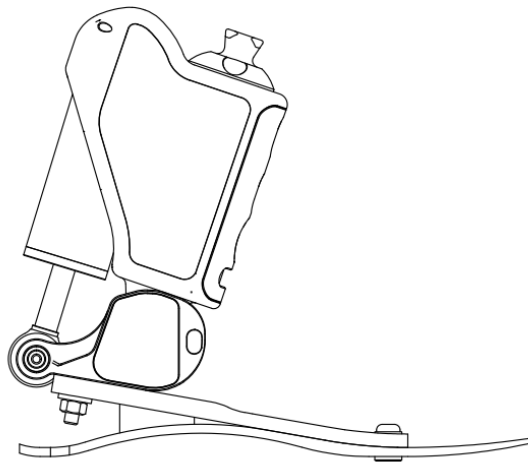

Abbildung 4: Die Position der Prothese in der dorsalen Beugung.
**Die Aktivierung/Deaktivierung** erfolgt sowohl durch Gesten als auch über die Anwendung im Modus-Panel, wie in Abschnitt 3.10 beschrieben. Um den Zustand (Ein- oder Ausschalten des Modus) mit einer Geste zu ändern (*Abbildung 4*), halten Sie das maximale mögliche dorsale Biegen der Prothese für 10 Sekunden aufrecht.